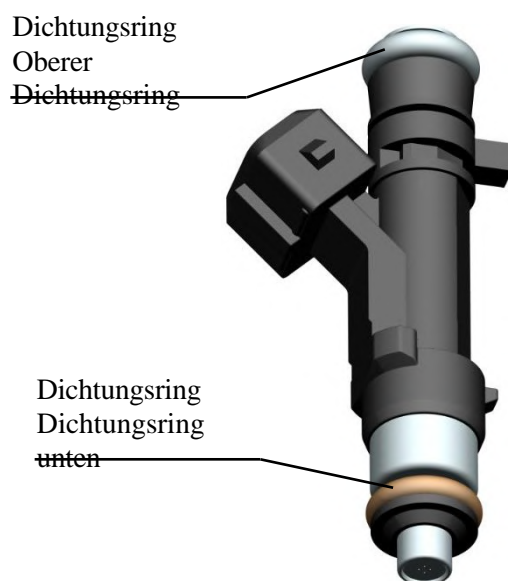

Abb. 63. Düse
3. Vier **elektromagnetische Einspritzdüsen** sind Teil der Kraftstoffverteilerleiste (Abb. 63). Sie sind für die sequenzielle oder paarweise parallele phasenweise Kraftstoffeinspritzung in die Einlasskanäle des Zylinderkopfs vorgesehen.